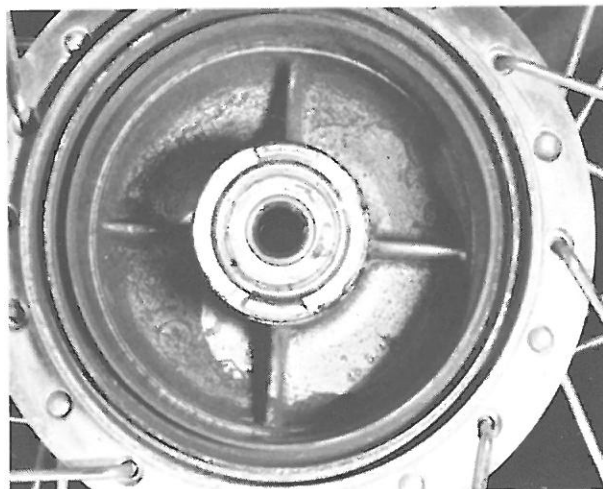

Bild 213
- Lauflfläche im Innern der Bremstrommel auf Riefen und andere Beschädigungen prüfen, die in jedem Fall zu verminderter Bremswirkung führen, Staub und Belagabrieb gründlich aus Trommel und Bremsankerplatte entfernen, mit benzingetränktem Lappen auswischen, alle Ölspuren beseitigen (Bild 213).